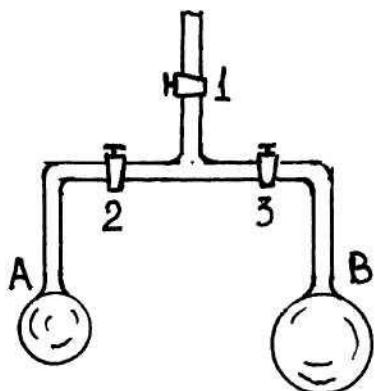

Рис. 7
29. **Мыльные пузыри разного диаметра.** На концах трубы выдувают два мыльных пузыря разных диаметров с помощью устройства, изображенного на рис.7. Сначала открывают краны 1 и 3 и выдувают пузырь на конце трубы В.